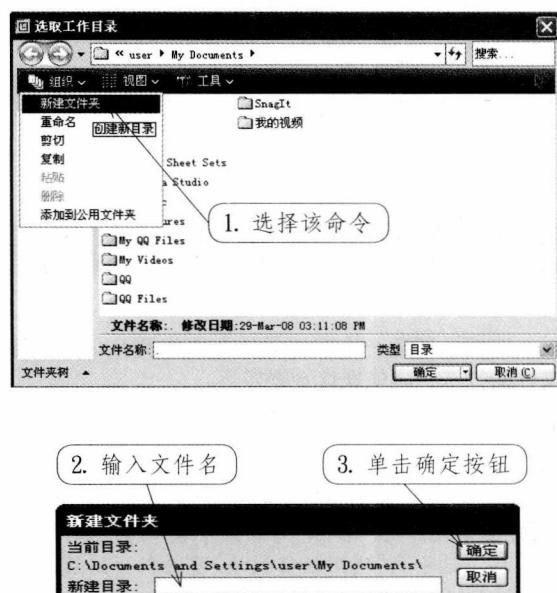

图 1-14 新建文件夹
- 2 在列表框中选择需要的文件夹作为工作目录；或者在当前文件夹中新建一个文件夹作为工作目录，此时需要在对话框中的“组织”下拉列表中选择“新建文件夹”命令，打开如图 1-14 所示的“新建文件夹”对话框。在“新建目录”文本框中输入有效的文件夹名称，单击“确定”按钮。